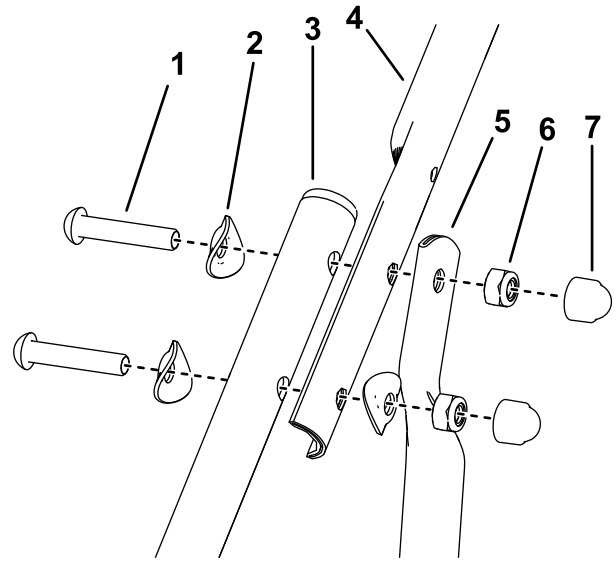

Bild 5
4. Bauen Sie die oberen Führungsholme und das Oberteil der Strebenholme mit 3 Tellerscheiben, 2 Schrauben und 2 Sechskant-Sicherungsmuttern an den unteren Führungsholmen an (Bild 5).